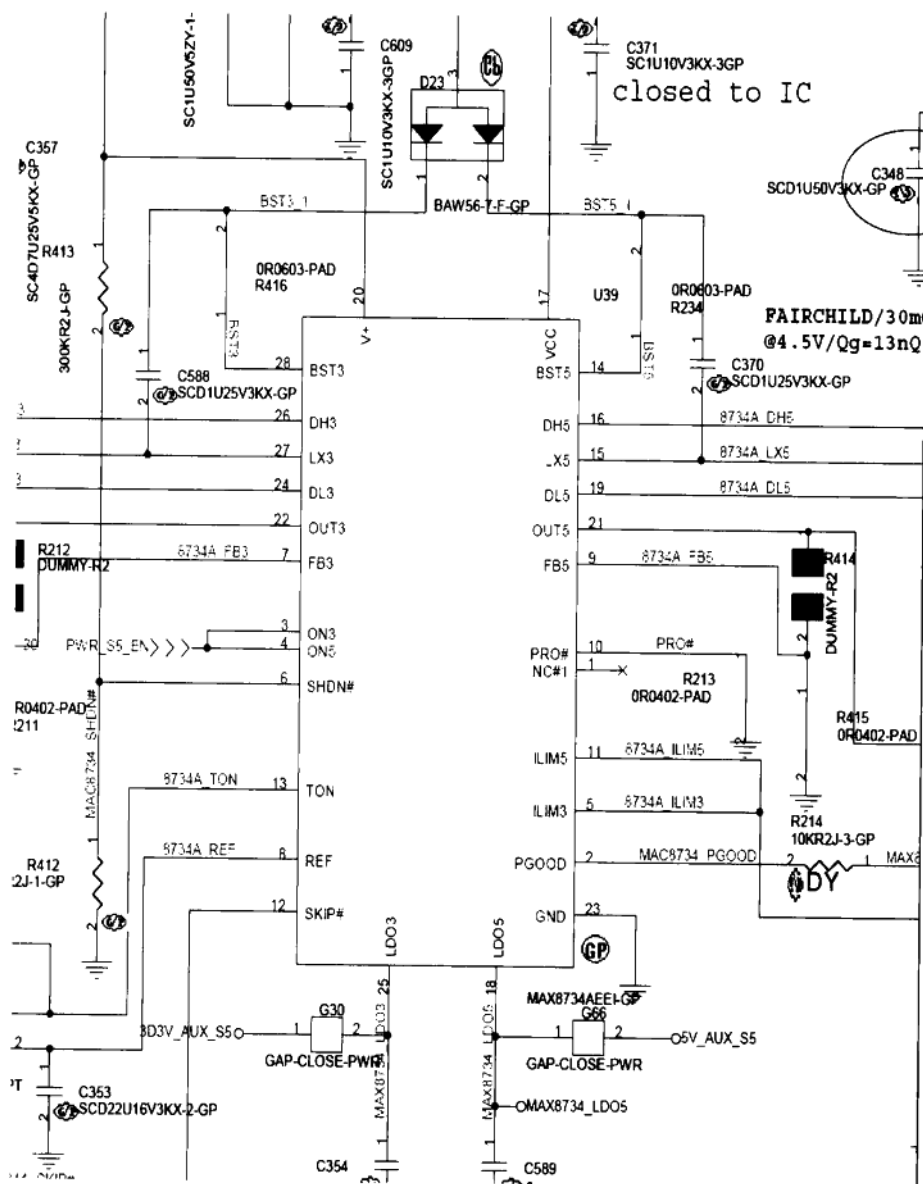

图 2-22 惠普 V3000 笔记本电脑 3V、5V 供电单元电路
2. 惠普 V3000 笔记本电脑的 3V、5V 供电单元电路采用的供电芯片是 MAX8734A (如图 2-22 所示)。
由图 2-22 可见,关键引脚测试点为: 20V+主供电, 18 脚 LDO5、5V 线性电压输出, 14 脚、BST5, 28 脚、BST3 激放电路供电。主控制信号 6 脚经过一个 R413 300 k Ω 和 R211 100 k Ω 串联分压得到 5V 左右的高电平。ON3、3 脚, ON5、4 脚单元控制信号来自超级 IO KB3910, 37 脚经过 U33 门电路转换而成。